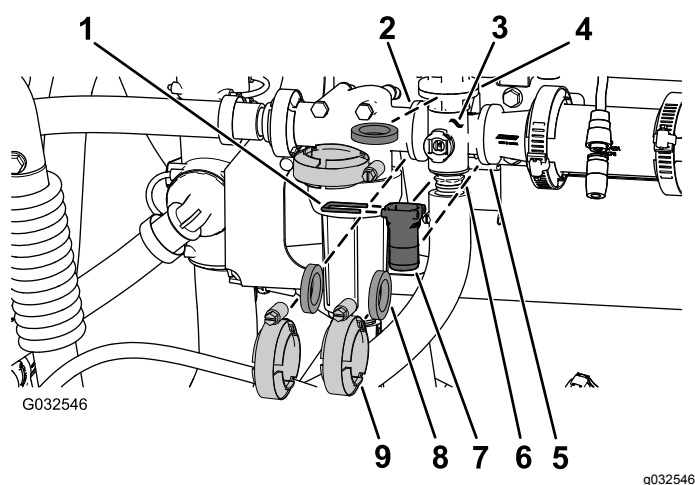

Figura 100
1. Rimuovete i morsetti, le guarnizioni, i collegamenti rapidi e il perno di collegamento rapido che fissano il collettore della valvola dell'agitatore alla valvola di bypass dell'agitatore, testa del filtro della pressione, giunto del riduttore e raccordo dell'adattatore (valvola di accelerazione dell'agitatore), come illustrato nella Figura 100.